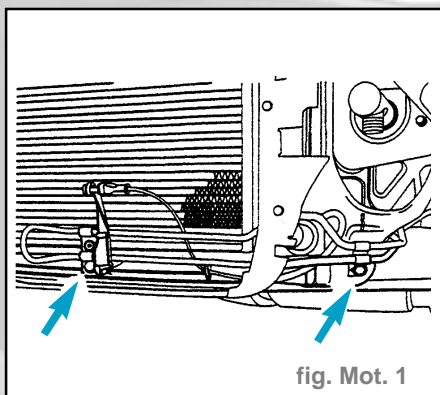

fig. Mot. 1
- Dévisser le serpentin de refroidissement de l'huile hydraulique de direction assistée et le dégager ; ne pas ouvrir le circuit d'huile hydraulique (fig. Mot. 1).